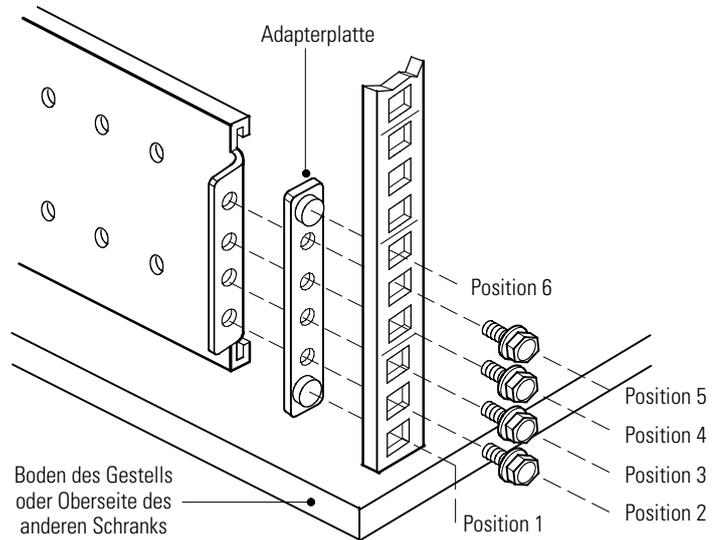

Abbildung 5. Sichern der hinteren Schiene (rechte Schiene abgebildet)
5. Schiene mit vier M5-Metallschrauben und einer Adapterplatte an der Rückseite des Gestells befestigen (siehe Abbildung 5).